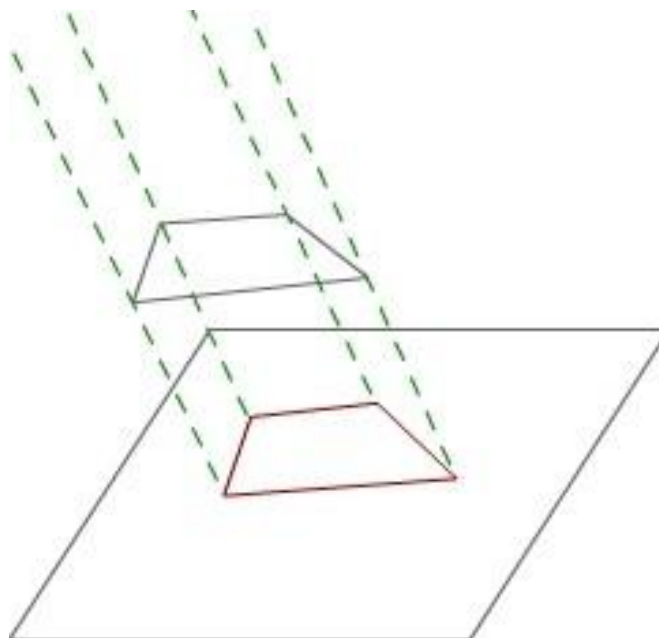

Figura 3.7. La posición del objeto es importante para su representación e interpretación en cualquier tipo de proyección.
1. Dibujar la cara que tenga el contorno más irregular o los trazos más circulares en la forma real o en la cara frontal (ver figura 3.7).